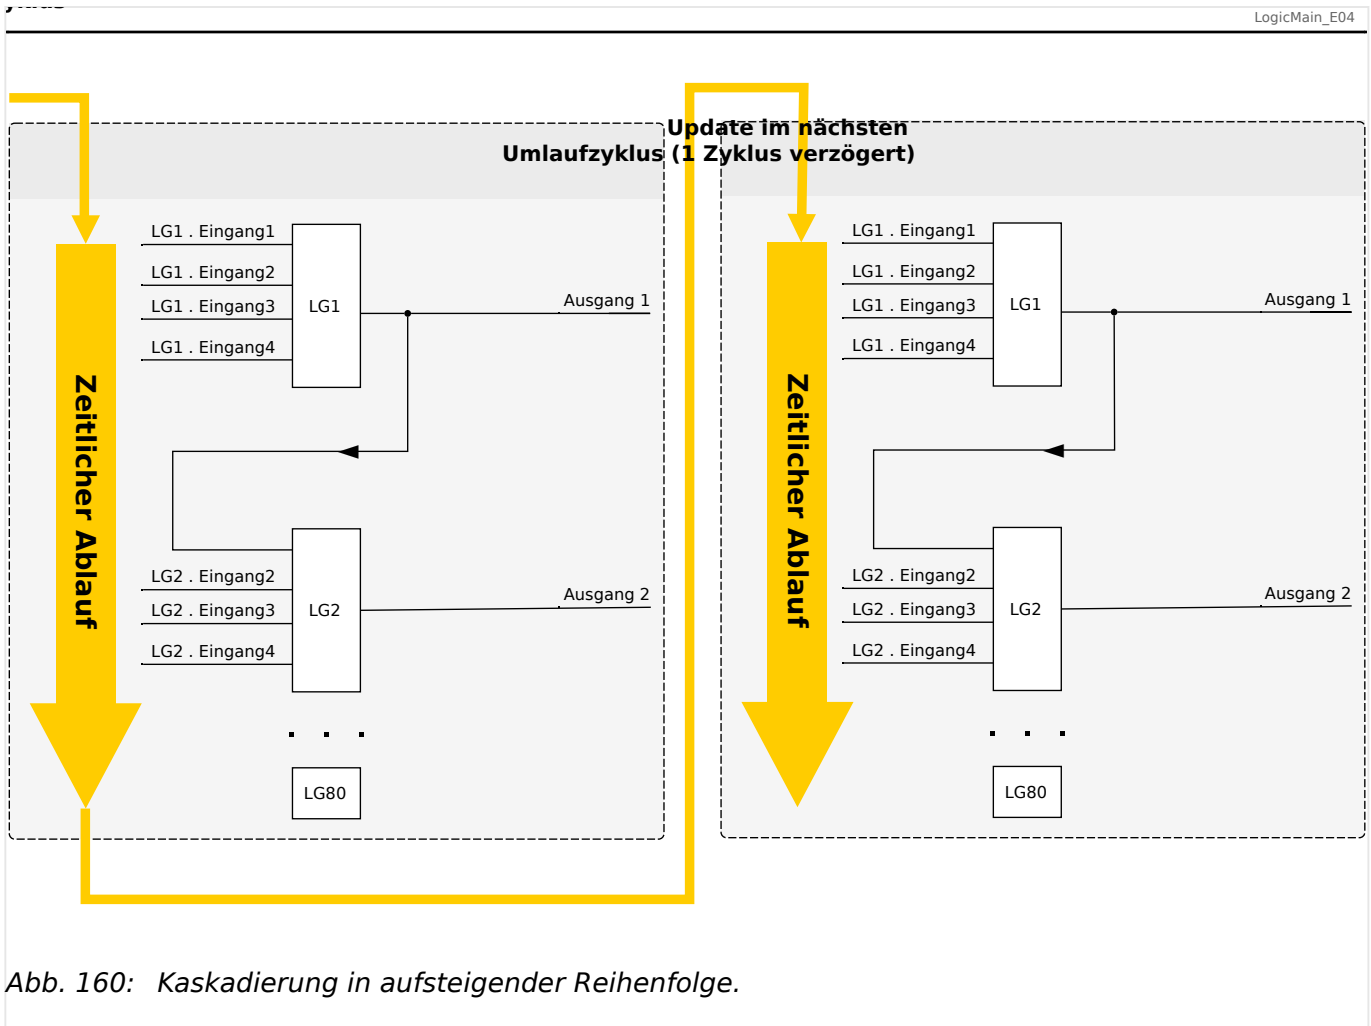
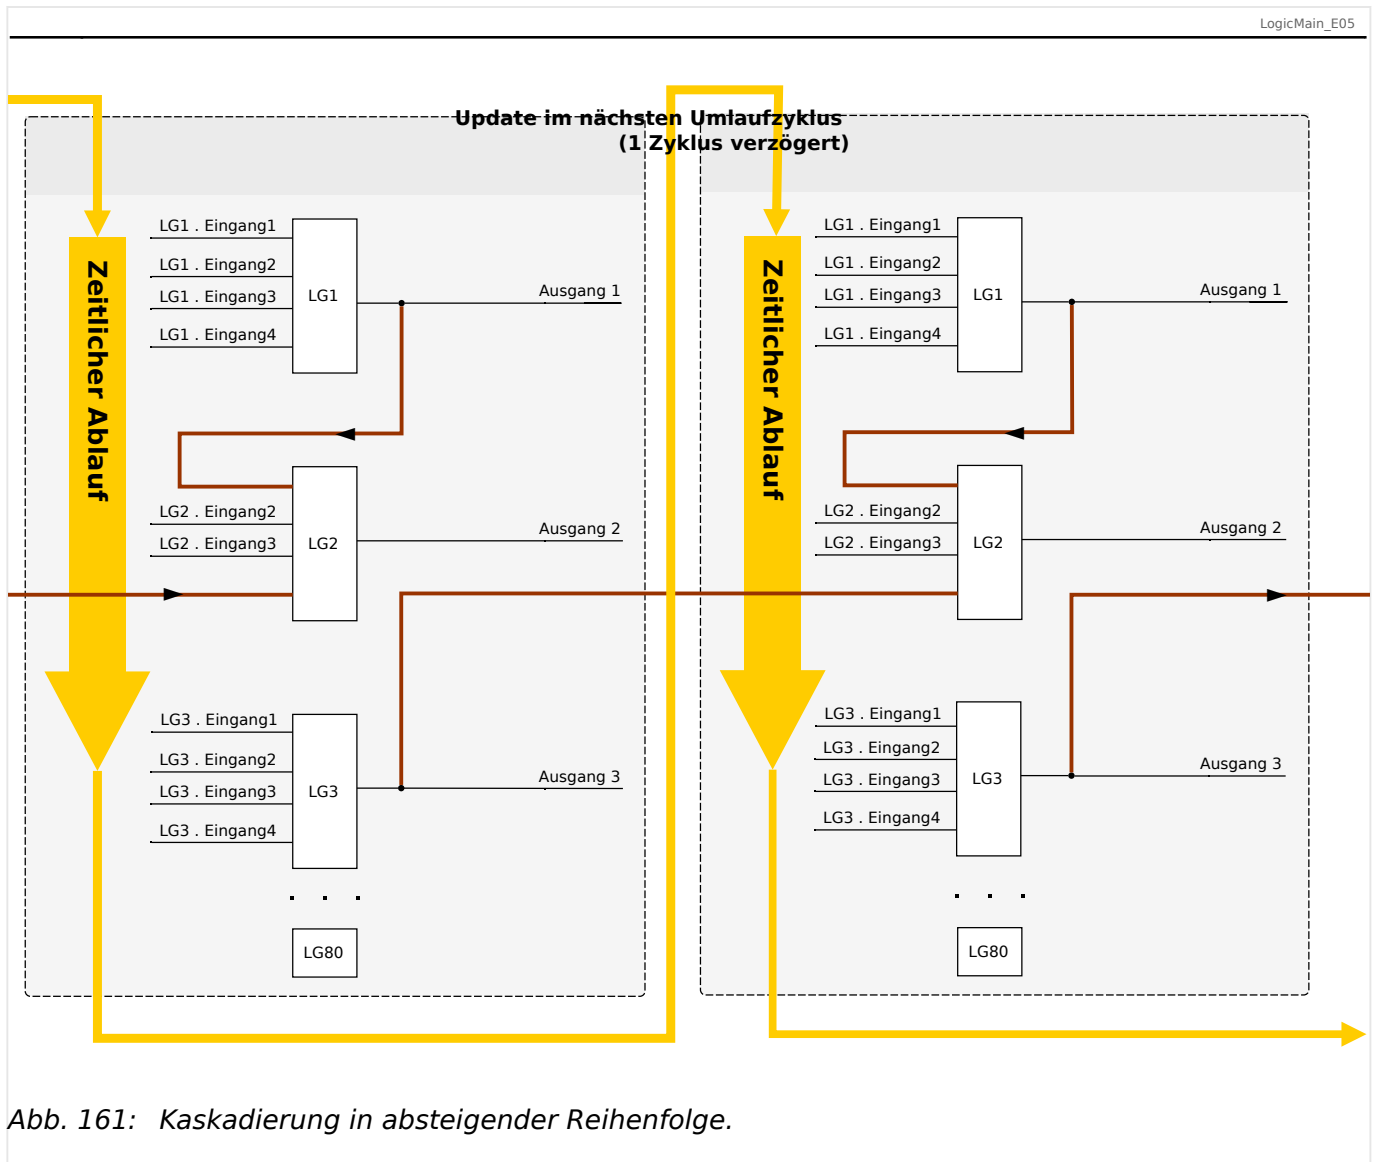

Abb. 160: Kaskadierung in aufsteigender Reihenfolge.
Abb. 161: Kaskadierung in absteigender Reihenfolge.
- Kaskadierung in **aufsteigender** Reihenfolge bedeutet, dass der Ausgang einer Logikgleichung auf den Eingang einer Logikgleichung mit **höherer** Nummer rangiert wird. Das Diagramm →Abb. 160 weiter unten zeigt ein Beispiel, bei dem der Ausgang von LG1 auf einen Eingang von LG2 rangiert wird.
- Kaskadierung in **absteigender** Reihenfolge bedeutet, dass der Ausgang einer Logikgleichung auf den Eingang einer Logikgleichung mit **niedrigerer** Nummer rangiert wird. Das Diagramm →Abb. 161 zeigt ein Beispiel, bei dem der Ausgang von LG3 auf einen Eingang von LG2 rangiert wird.
Bei der Konfiguration des Schutzgerätes bestehen keinerlei Einschränkungen oder Unterschiede zwischen aufsteigender und absteigender Reihenfolge. Da allerdings während der Laufzeit des MRA4 die Logikgleichungen in aufsteigender Reihenfolge ausgewertet werden, haben die resultierenden Ausgangswerte, die am Eingang der Logikgleichung anstehen, ein unterschiedliches „Alter“, wie in →Abb. 160 und →Abb. 161 veranschaulicht wird.
Das in Abb. 161 gezeigte Beispiel zeigt eine Konfiguration von „Logikgleichung 2“, die den Ausgang von zwei weiteren Logikgleichungen, „Logikgleichung 1“ und „Logikgleichung 3“, als Eingangszustände verwendet. Hierbei ist der Ausgang von „Logikgleichung 1“ in aufsteigender Reihenfolge verwendet, sodass der Wert in jeweils demselben Prozesszyklus ermittelt wird. Der Ausgang von „Logikgleichung 3“ wird in absteigender Reihenfolge verwendet, sodass der Wert in dem jeweils vorherigen Prozesszyklus ermittelt wurde.